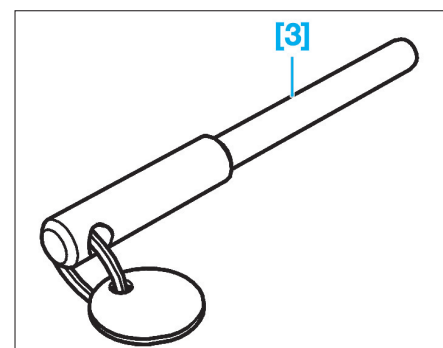

Fig. 5
- [3]. Outil de calage du vilebrequin Ø 5 mm (réf : 0194.A) (Fig.5).